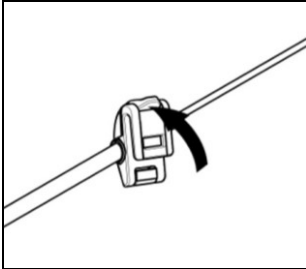

Fig. 23
- Öppna klämman på mikrofonstången genom att bända upp den som i Fig. 23.